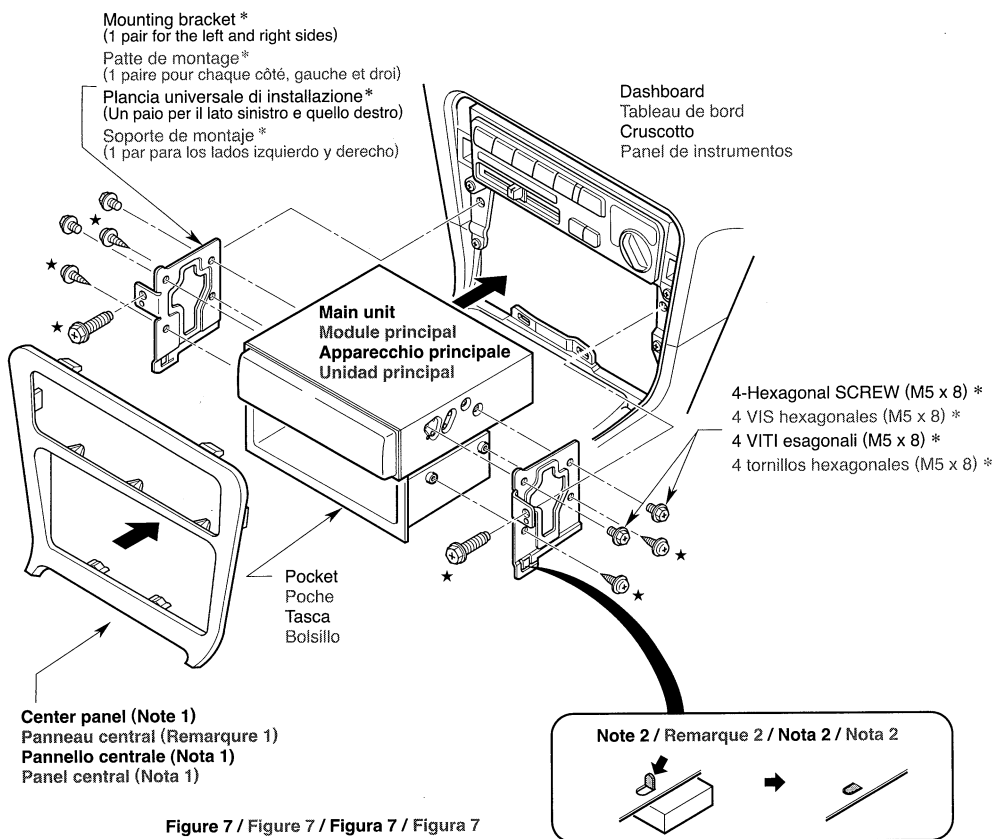

Figure 7 / Figure 7 / Figura 7 / Figura 7
This unit is designed for fixed installation in the dashboard. If the vehicle is equipped with a factory-installed radio, install the main unit with the parts and screws marked (*) (Figure 7).
- Secure the mounting brackets to the chassis as shown in Figure 7. Holes are pre-tapped for TOYOTA and NISSAN vehicles; modification, such as drilling new holes, of the mounting brackets may be required for other models.
Cet appareil est conçu pour une installation fixe dans le tableau de bord. Si le véhicule est équipé d'un auto-radio installé à l'usine, installer l'appareil pilote avec les pièces et les écrous marquées de (*) (Figure 7).
- Fixer le support de montage sur le châssis comme montré sur la Figure 7. Les trous sont pré-découpés pour les véhicules TOYOTA et NISSAN; des modification du support de montage, comme le perçage de nouveaux trous, peuvent être nécessaire pour les autres modèles.